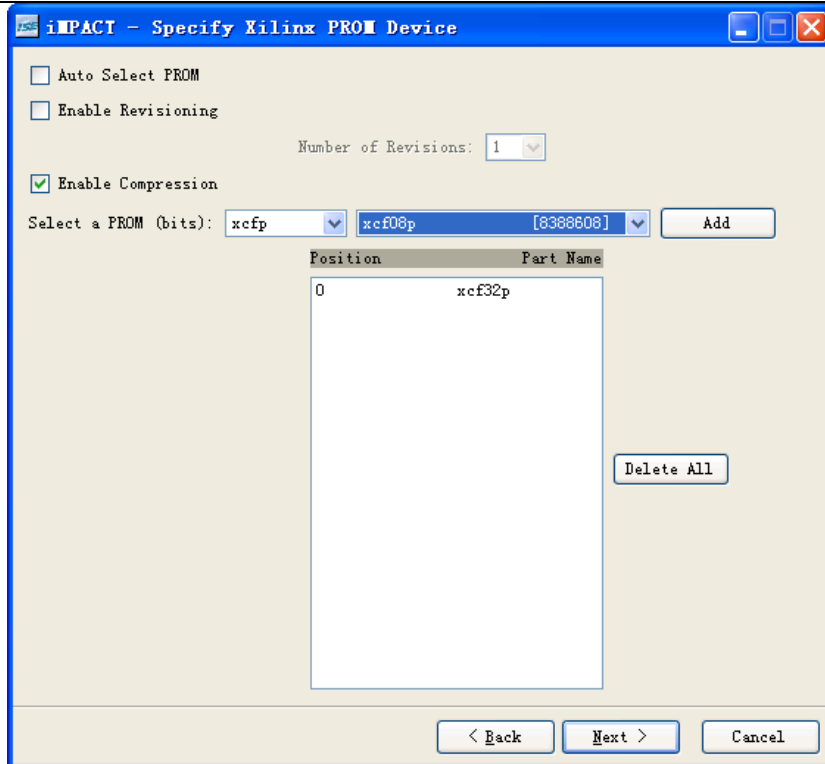

图 2.30 为 MCS 文件选择器件
(5) 在指定 PROM 器件对话框中，选择 PROM 类型和型号，如果 PROM 器件容量不够大，可以选择“Enable Compression”，如图 2.30 所示。如压缩后还不能放到 PROM 器件中，就需要考虑更换 PROM 器件了。